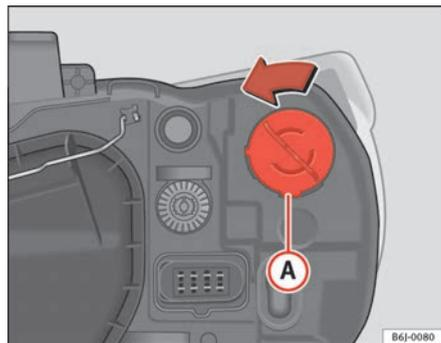

Fig. 150 Luce indicatore di direzione faro singolo
- Ruotare il portalampade ⇒ fig. 150 **A** verso sinistra e tirare.